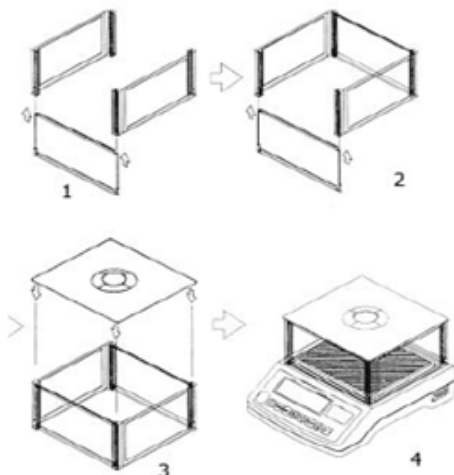

Рис. 4 Схема установки пластикового защитного корпуса
- 3.1.5 Установите ветрозащитную витрину. Ветрозащитная витрина состоит из 5 частей. Сначала соедините четыре стороны, образуя защитный корпус, после чего накройте витрину крышкой сверху (рис. 4).